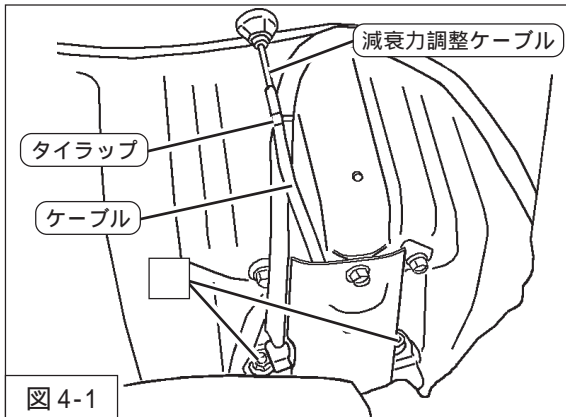
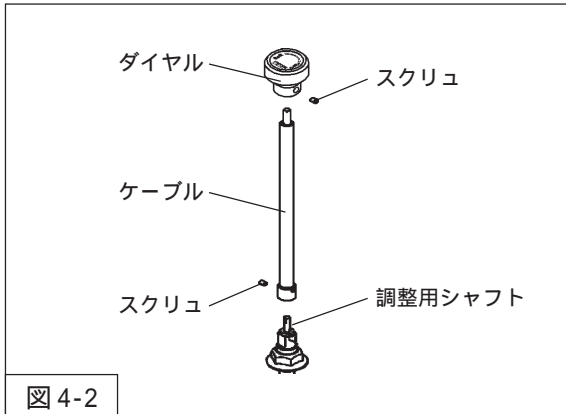

図4-1
図4-2
2. リアダンパー先端の調整用シャフトにケーブルを取付け、トランクルーム内まで通してください。（図4-1・図4-2）
3. ケーブルにダイヤルを取付け、スクリュで固定してください。スクリュの締付けは六角レンチ（1.5mm・同梱品）を使用してください。（図4-2）
4. 減衰力調整ケーブルをタイラップ（同梱品）で固定してください。（図4-1）
を車両に取付けてください。（図4-1）